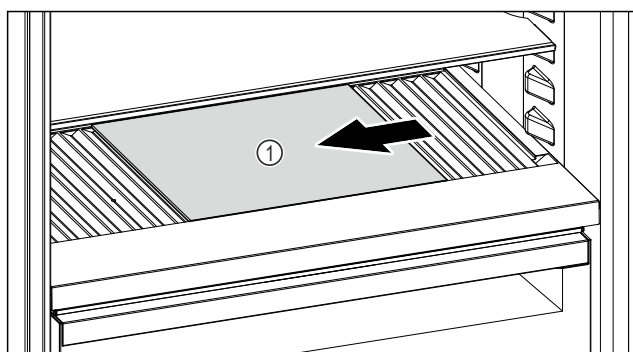

Fig. 164
- Glasplatte Fig. 164 (1) nach links, in die Mitte oder nach rechts verschieben.